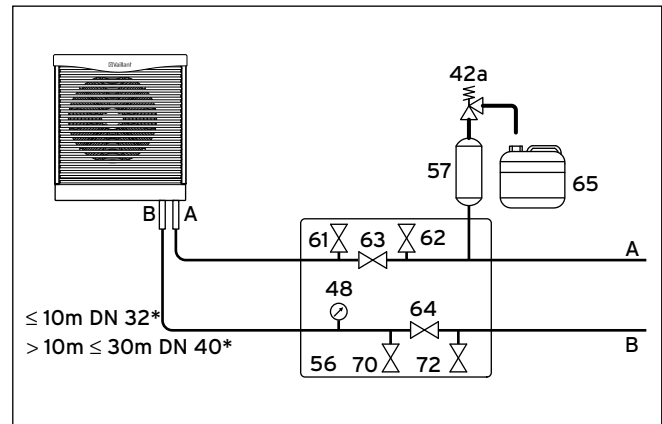

Abb. 5.7 Armaturen im Solekreis (* einfache Strecke)
- Installieren Sie den Sole-Auffangbehälter (→ **Abb. 5.7, Pos. 65**) drucklos am Sicherheitsventil (42a).